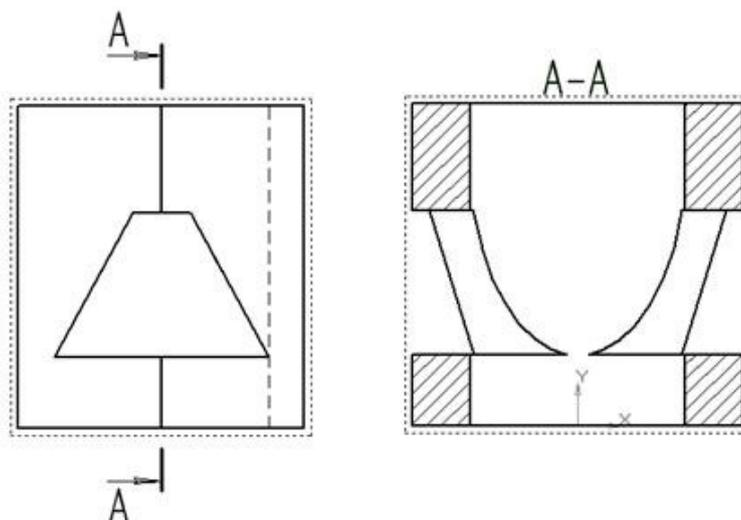

Рис.113 Построение профильного разреза
3. Для построения профильного разреза (рис.113) начертим линию разреза А-А на главном виде с помощью кнопки Линия разреза.